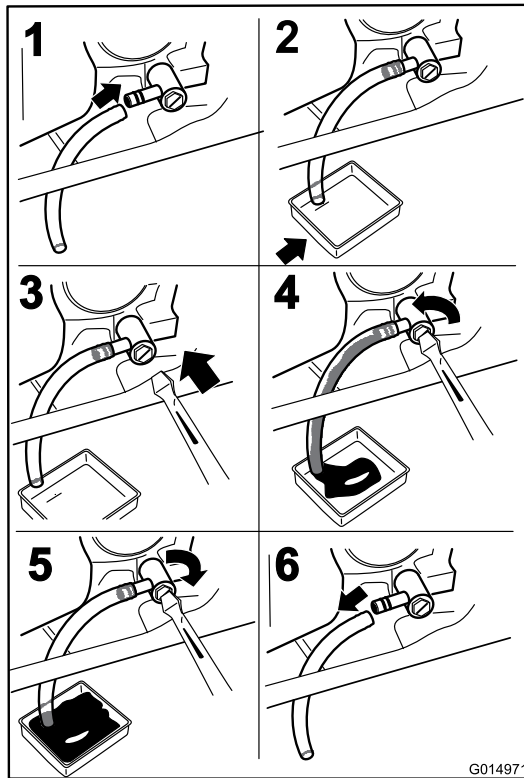

Bild 39
3. Stellen Sie vor dem Verlassen des Fahrersitzes den Motor ab, ziehen Sie den Schlüssel ab und warten Sie, bis alle rotierenden Teile zum Stillstand gekommen sind (Bild 39).